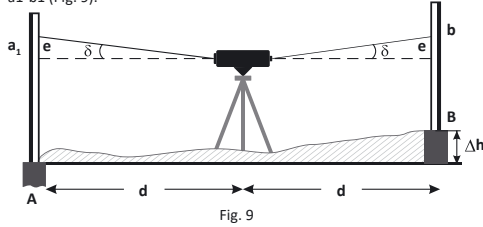

Fig. 9
a) Installez deux rails A et B à une distance de 50 m l'un de l'autre. Installez l'appareil au milieu entre eux. Mettez le dispositif à niveau et lisez respectivement les portées A et B. L'excédent entre eux est $\Delta h = a_1 - b_1$ (Fig. 9).